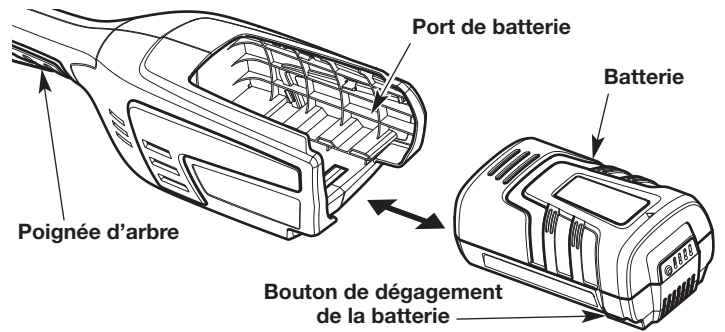

Fig. 11
1. Saisir fermement la poignée de l'arbre (Fig. 11). **N'appuyez PAS** sur le blocage de la détente et **n'appuyez PAS** sur la détente. Reportez-vous à la rubrique Démarrage et arrêt.
2. Insérez la batterie en la faisant glisser dans le port de la batterie (Fig. 11). Poussez fermement la batterie jusqu'à ce que le loquet de la batterie s'enclenche (Fig. 11). Vous devriez entendre un « clic ».
2. Appuyez sur le loquet de la batterie pour la déverrouiller (Fig. 11).
3. Retirez la batterie du port de la batterie (Fig. 11).